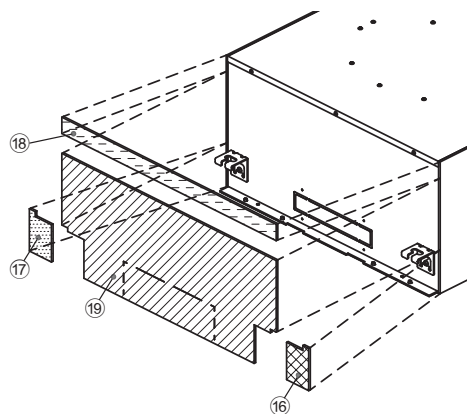
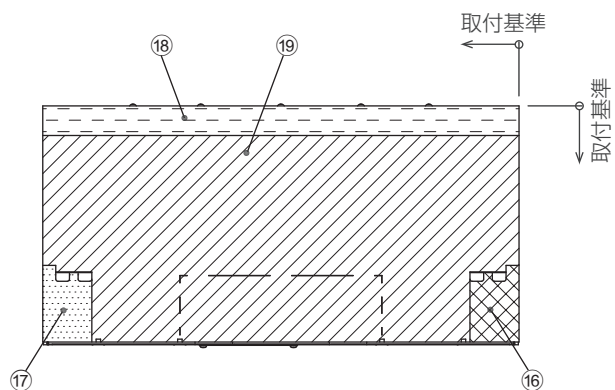

図 19
図 20
1. 室内ユニットの反配管面に断熱材 ⑯ を取付けます。(図 19、図 20)
2. 断熱材 ⑯ の端面に合わせ、断熱材 ⑱ を取付けます。(図 19、図 20)
3. 吊金具部に断熱材 ⑯、⑰ を取付けます。(図 19、図 20)